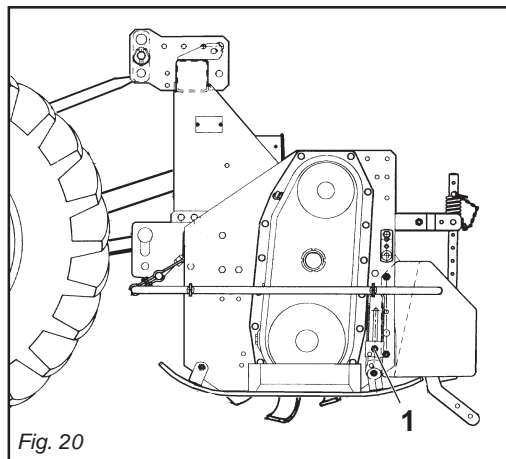

Fig. 20
**Macchine con slitte:** per regolare la profondità nelle macchine con slitte, è necessario allentare la vite di registro (1 Fig. 20), alzare o abbassare la slitta nella posizione desiderata, riavvitare poi la vite di registro. Questa operazione va effettuata su tutte e due le slitte e varia a seconda del terreno.
**Machine with skids:** to adjust working depth on this type of machine you must loosen the adjustment screw (1 Fig. 20) and raise or lower the skid the desired amount. Then retighten the screw. Both skids should be subjected to this operation which will vary according to the type of soil.
**Maschine mit Schlitten:** um die Arbreitstiefe der Maschine mit Schlitten zu bestimmen, ist es notwendig die Stellschraube zu lockern (1 Abb. 20), den Schlitten im gewünschten Maße zu heben oder zu senken, und die Stellschraube wieder anzuziehen. Dieser Vorgang ist auf beiden Kufen vorzunehmen und hängt von der Bodenbeschaffenheit ab.
**Machine avec patins:** pour régler la profondeur sur les machines avec patins, desserrer la vis de réglage (1 Fig. 20), soulever ou abaisser les patins à la mesure désirée et revisser la vis de réglage. Cette opération doit être effectuée sur les deux patins et varie selon le sol.
**Máquinas con correderas:** para ajustar la profundidad en las máquinas con correderas, hace falta quitar el perno de registro (1 Fig. 20), subir o bajar las correderas de la misma deseada y volver a introducir el perno en su agujero. Esta operación se efectúa sobre ambas correderas y varia de acuerdo al terreno.